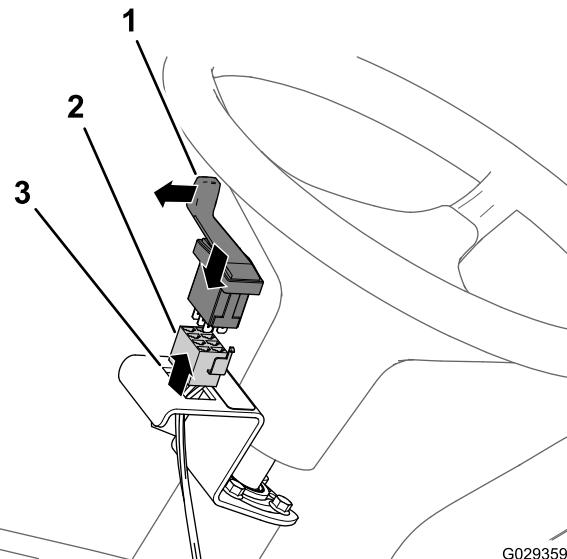

Figura 26
4. Monte o interruptor no suporte e pressione-o até ficar bem preso na abertura (Figura 26).